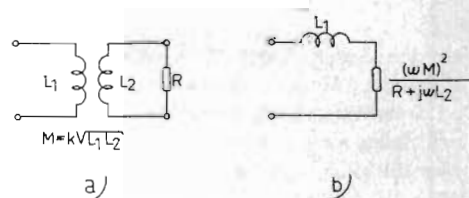

Fig 1
a) Om sekundärkretsen är öppen, se fig. 1 a, är induktansen, mätt över primärlindningen = L_0 . b) Kortslytes sekundärlindningen mäter man över primärlindningen upp induktansen $L_k = L_1(1 - k^2)$.